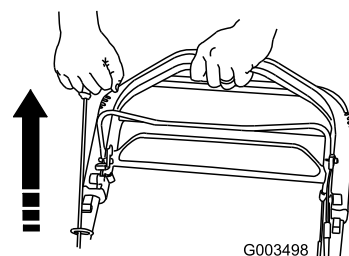

Figura 17
2. Tirate la maniglia di avviamento (Figura 17).